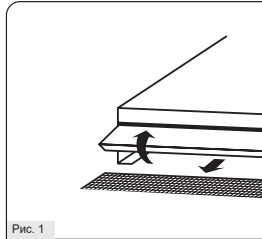

Рис. 1
- Отогните поворотную боковую планку и извлеките рассеиватель (Рис. 1).